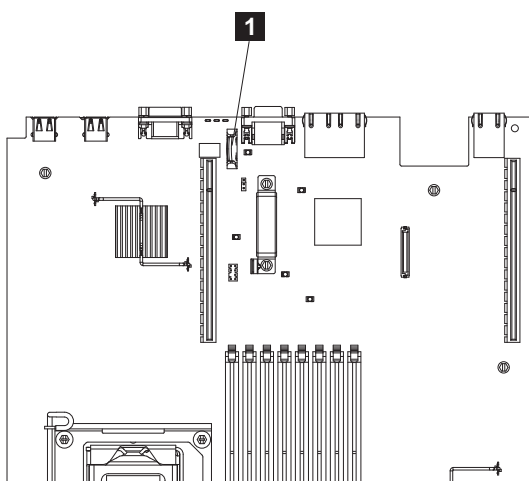

Figura 186. Local do portador de bateria CMOS do SAN Volume Controller 2145-CG8 ou 2145-CF8
7. Localize a bateria **1** na placa- mãe. Figura 186 mostra o local da bateria.